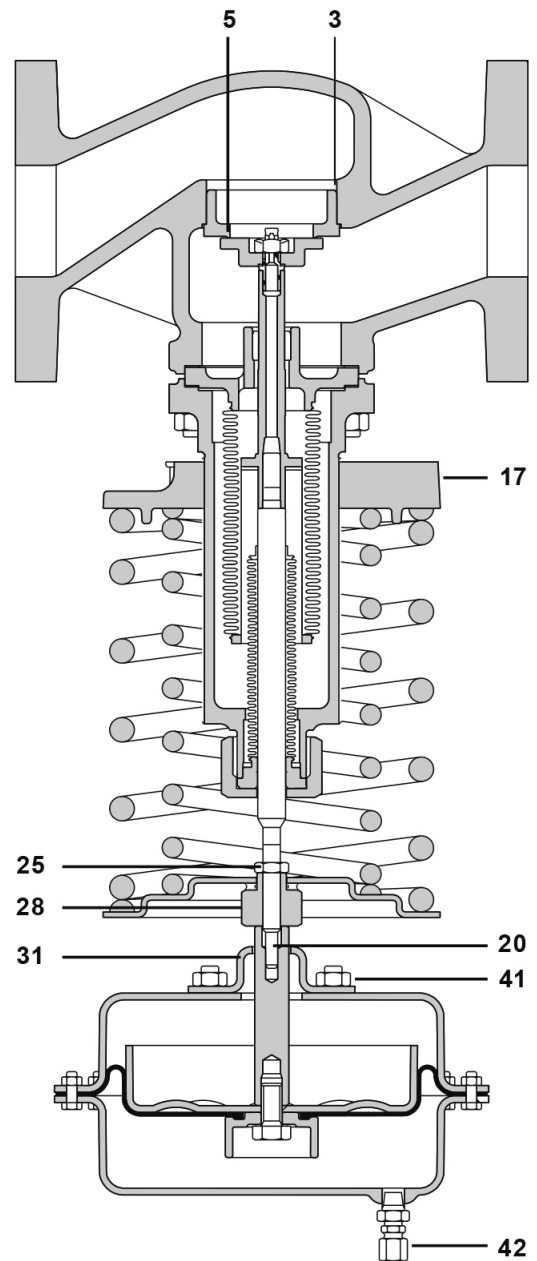

Fig. 7 DN65 au DN100
4.3.1 Procédure pour le réglage de la course de la vanne (Fig. 7)
- Déconnecter le raccord de la prise d'impulsion aval (42). Dévisser les écrous de montage du servomoteur (41) et ôter le servomoteur de la vanne.
- Tourner le plateau de réglage du ressort (17) afin de décompresser le ressort.
- En maintenant l'écrou de réglage (28), dévisser le contre-écrou (25).
- Appliquer une pression à l'extrémité de la tige de la vanne (20) pour que le clapet (5) touche le siège de la vanne (3). Dévisser l'écrou de réglage (28) jusqu'à ce qu'il touche le plateau de montage (31).
- En maintenant l'écrou de réglage (28) pour éviter la rotation, resserrer le contre-écrou (25) avec le couple de serrage recommandé au paragraphe 4.2.